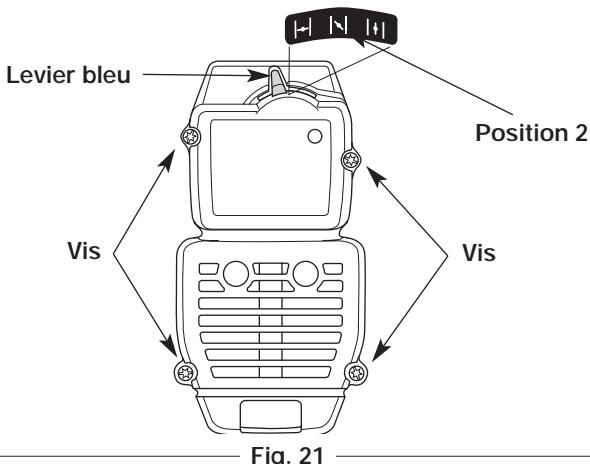

Fig. 21
**REMARQUE:** pour enlever le couvercle du filtre à air/silencieux, le levier bleu doit être en Position 2 (Fig. 21).
2. Retirez les quatre (4) vis retenant le couvercle du filtre à air/silencieux (Fig. 21). Servez-vous d'un tournevis à lame plate ou à mèche no. 20 Torx.
2. Insérez les quatre (4) vis dans les trous du filtre à air/couvercle du silencieux (Fig. 21) et vissez sans trop serrer.